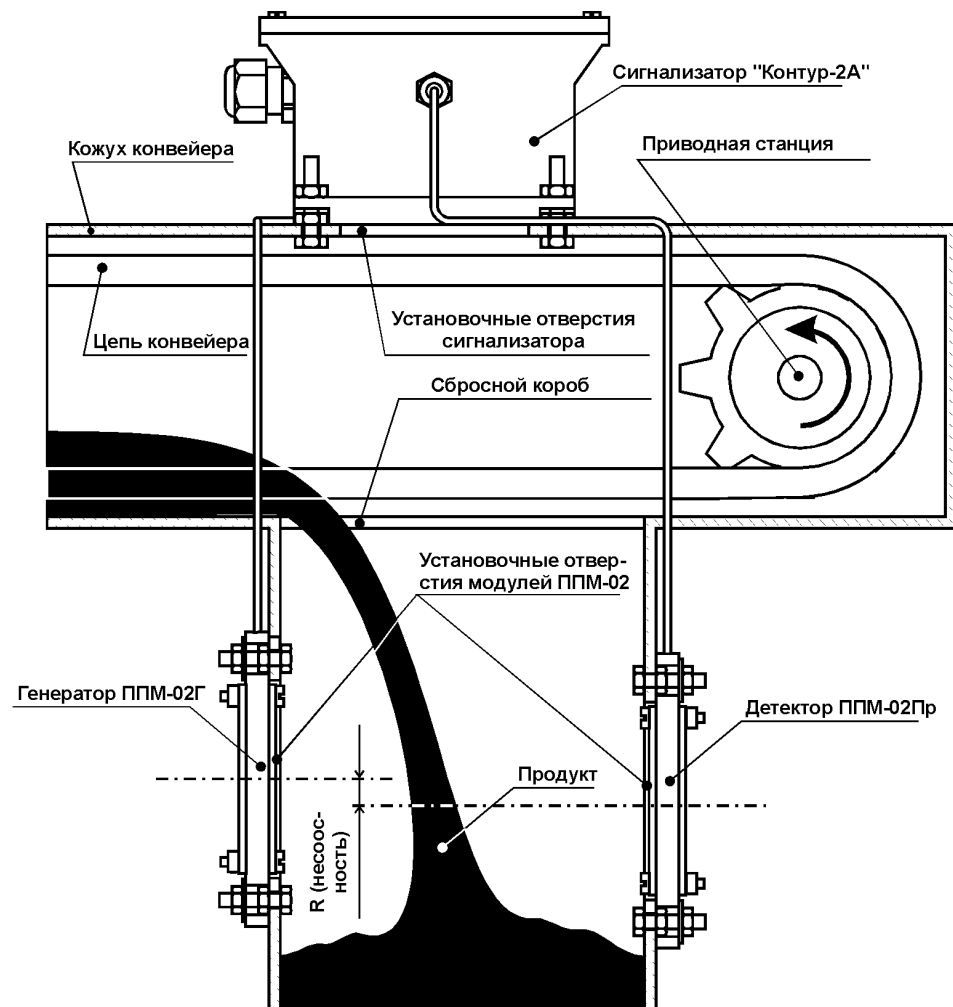

Рис.3. Монтаж датчика РДДП-02А.
Сигнализатор «Контур-2А» устанавливается в отверстия на коробе скребкового конвейера около приводной станции: в непосредственной близости от него проходит верхняя ветвь цепи (рис. 3). Так как приводная станция толкает её вперёд, то обрыв цепи (в любом месте) вызывает её «провисание» в месте установки сигнализатора, то есть при обрыве цепи расстояние между ней и датчиком увеличивается.
Принцип работы канала «Подпор» основан на ослаблении амплитуды радиосигнала при прохождении им слоя продукта. На противоположных стенках сбросного короба друг напротив друга устанавливаются выносные модули ППМ-02Г и ППМ-02Пр (рис. 3).
Монтаж датчика следует проводить в строгом соответствии с рис. 3. Установку сигнализатора «Контур-2А» рекомендуется выполнять на расстоянии 50...100 см от приводной звёздочки конвейера, а модули ППМ-02Г и ППМ-02Пр монтируются на короб как можно дальше от сигнализатора (по длине соединительных кабелей).
**ВНИМАНИЕ!** В месте установки сигнализатора «Контур-2А» не должны присутствовать устройства, поддерживающие цепь снизу (перегородки, ролики, «лыжи» и т. д.). Наличие подобных устройств не позволит цепи провиснуть и не приведёт к срабатывания датчика при обрыве цепи! Направление вращения приводной звёздочки должно строго соответствовать рис. 3.
Отверстия для генератора и детектора должны (по возможности) располагаться соосно: это повысит чувствительность канала «Подпор» и позволит изделию работать при более толстых слоях налипания продукта. Несоосность установки (R на рис. 3) не должна превышать 10% от ширины (диаметра) сбросного корпуса.